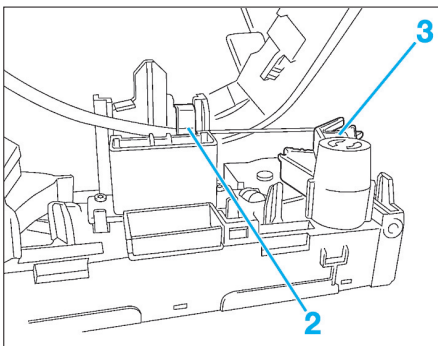

Fig. 20
- Dégager l'agrafe (2) (Fig.20).